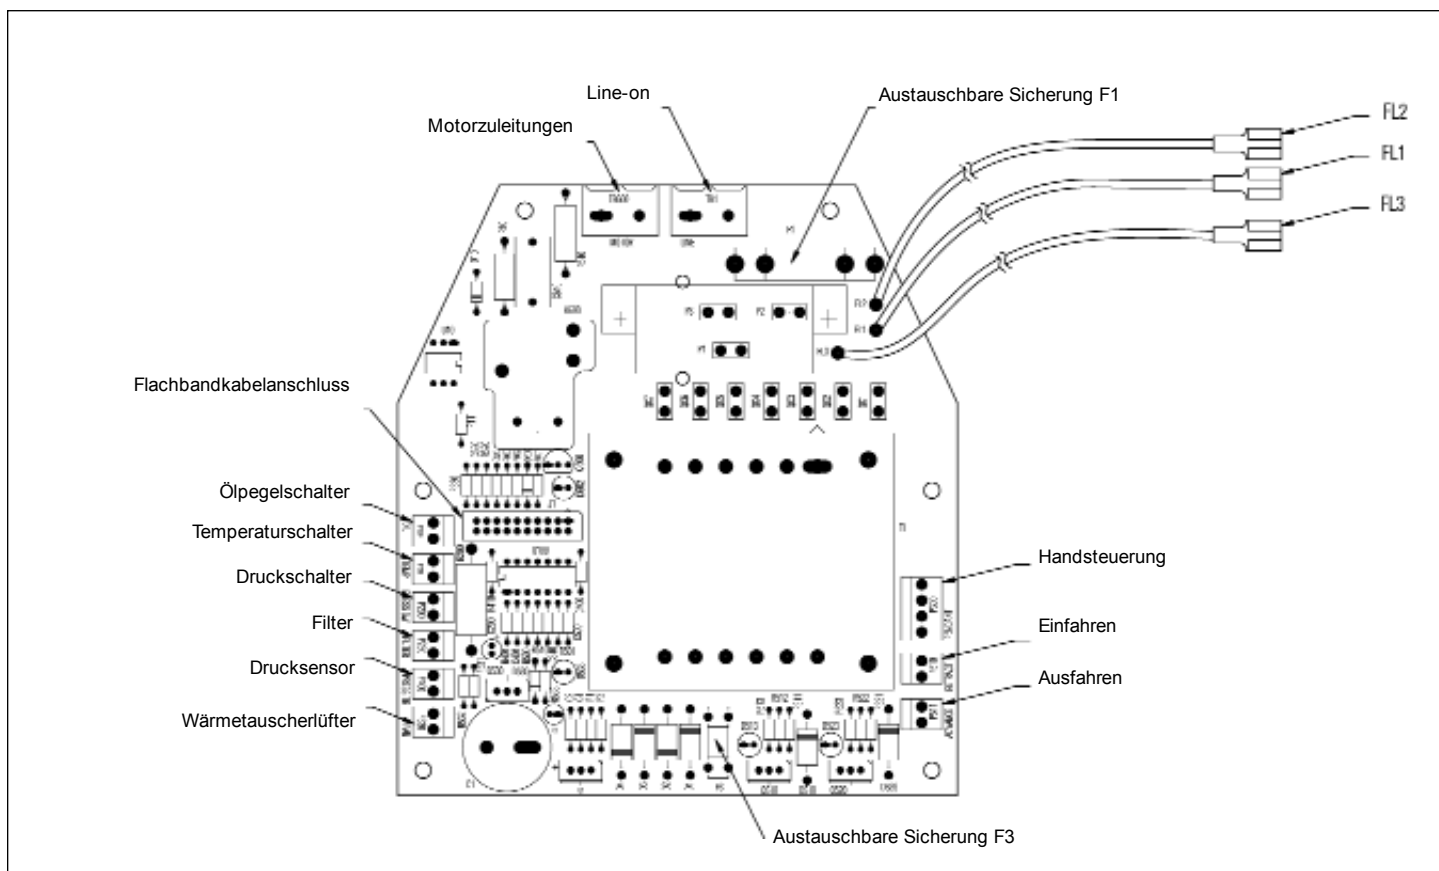

Abb. 12, Konfiguration der elektrischen Stromplatine
Der Drucksensor, Wärmetauscher, Druckschalter, Handsteuerungs-/Fußschalter und die Magnetventile (A) und (B) werden mit Anschlüssen geliefert, die in die entsprechenden Buchsen auf der elektrischen Stromplatine gesteckt werden können (Abb. 12).
Trennen Sie das Gerät von der Stromversorgung, bevor Sie das Gehäuse öffnen. Entfernen Sie die LCD-Gehäusehaelfte halb und einen kleinen Abdeckstopfen vom Frontblech. Verlegen Sie den Draht durch das Frontblech, schließen Sie die Stromplatine an (siehe Abb. 12) und befestigen Sie die Zugentlastung. Montieren Sie LCD-Gehäusehaelfte.
Trennen Sie das Gerät von der Stromversorgung, bevor Sie das Gehäuse öffnen. Entfernen Sie das LCD-Gehäuse halb und einen kleinen Abdeckstopfen von der vorderen Klemme. Verlegen Sie den Draht des Druckschalters durch die vordere Klemme, schließen Sie die Stromplatine an (siehe Abb. 12) und befestigen Sie die Zugentlastung.
| Nach dem Starten zeigt das LCD „P switch open“                       | 1. Druckschalterkreislauf ist offen und Drucksensor ist installiert                                                                                                                                      | 1. Überprüfen Sie, ob der Druckschalterjumper auf der Stromplatine lose ist oder fehlt (siehe Abb. 12).2. Entfernen Sie den Druckschalter oder Drucksensor von der Pumpe.                                                                                                                         |
| LCD zeigt „FILTR“                                                    | 1. Loser Jumper auf der Stromplatine                                                                                                                                                                     | 1. Überprüfen Sie, ob der Jumper am Filter lose ist oder fehlt (siehe Abb. 12).                                                                                                                                                                                                                       |